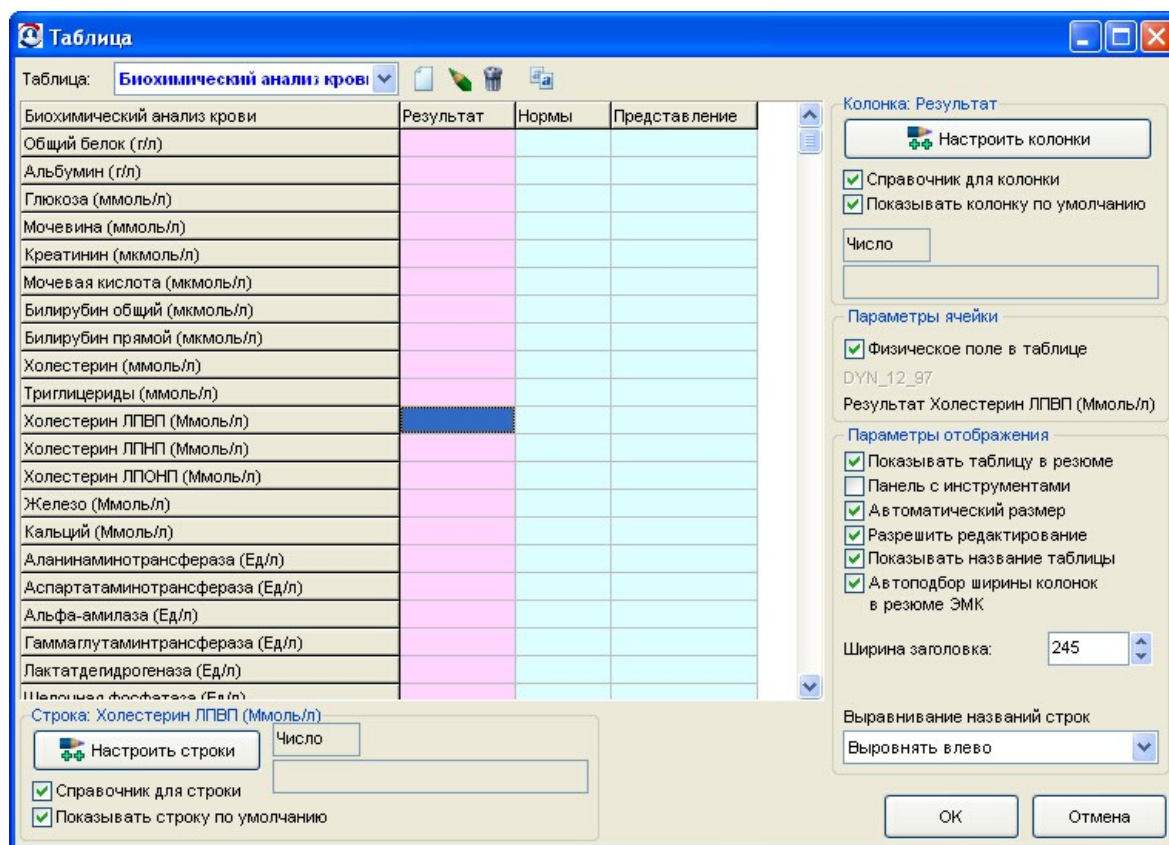

Рисунок 8.5. Настройка контекстного справочника
- открыть свойства динамической таблицы (рис. 8.5),